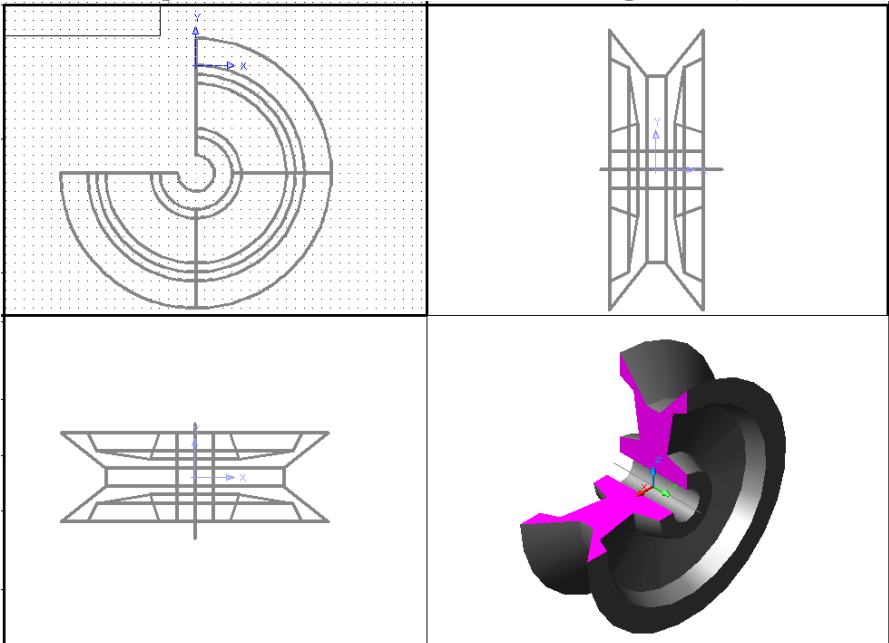

Рисунок 4.1 – Взірець креслення «Маховик»
Послідовність виконання тривимірного зображення деталі «Маховик» (рис.4.1).
4.13 Командою  **Вычитание** видалити чверть деталі. Дивись рис. 4.1.